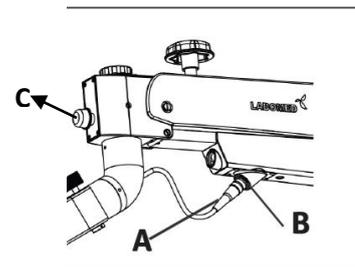

Abb. 41a
4. Verbinden Sie den 4-poligen Stecker A mit B, um das LED-System des Mikroskop. Siehe Abb. 41a.